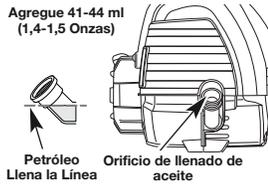
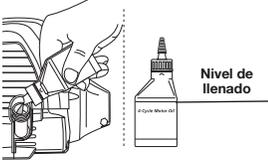

Fig. 24
Fig. 26
5. Compruebe el nivel de aceite. El aceite debe quedar exactamente en la parte inferior de las roscas del orificio de llenado de aceite. (Fig. 24)
6. Si el nivel está bajo, agregue una pequeña cantidad de aceite en el orificio de llenado de aceite y vuelva a medir (Fig. 24). Repita este procedimiento hasta que el nivel de aceite a la parte inferior de las roscas en el orificio de llenado de aceite.
**NOTA:** Use la botella y la boquilla que guardó del uso inicial para medir la cantidad correcta. El nivel de 60 ml (2,2 onzas) está aproximadamente en la parte superior de la etiqueta de la botella (Fig. 26). Mida el nivel con la varilla de medición. Si el nivel está bajo, agregue una pequeña cantidad de aceite y vuelva a medir (Fig. 24). No lo llene demasiado.